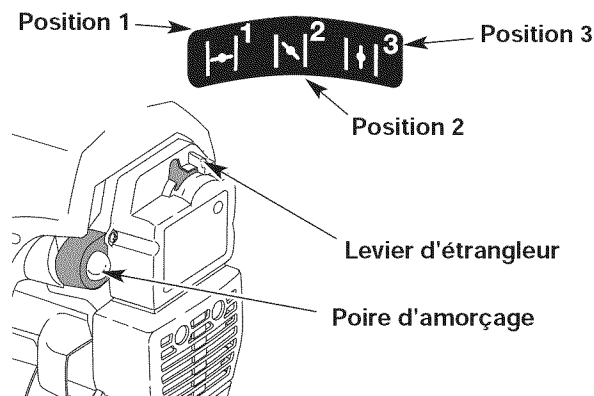

Fig. 11
2. Pressez et relâchez la poire d'amorçage à 10 reprises, lentement. Une certaine quantité de **carburant devrait être visible dans la poire d'amorçage** et les conduites de carburant (Fig. 11). Si vous n'apercevez pas de carburant dans la poire, pressez et relâchez la poire autant de fois que nécessaire jusqu'à ce que vous aperceviez du carburant dans cette dernière.
3. Mettez le levier d'étrangleur en Position 1 (Fig. 11).